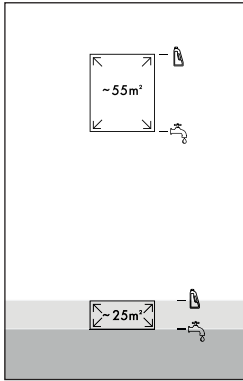

Abb. 8
- ◆ Füllen Sie für kleine Flächen  (bis zu 25 m2) Leitungswasser oder destilliertes Wasser bis zur ersten Füllstand-Markierung  in den Frischwasserbehälter **11** (siehe Abb. 8).
- ◆ Füllen Sie für kleine Flächen  (bis zu 25 m2) Reinigungsmittel bis zur zweiten Füllstand-Markierung  in den Frischwasserbehälter **11** (siehe Abb. 8).